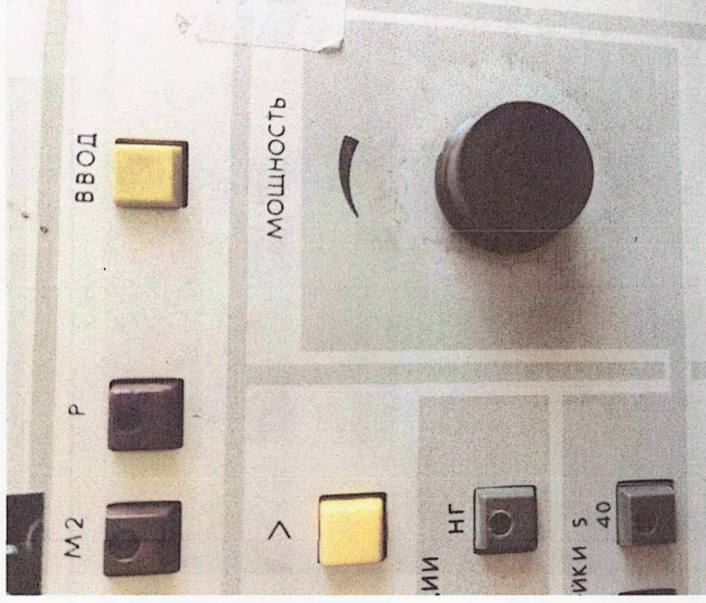

Рисунок 3 — Ручка управления уровнем мощности на Г4-161
4. Крутя ручку управления уровнем мощности «Мощность» на генераторе Г4-161 (рисунок 3) добейтесь уровня выходной мощности в 40 мВт.;